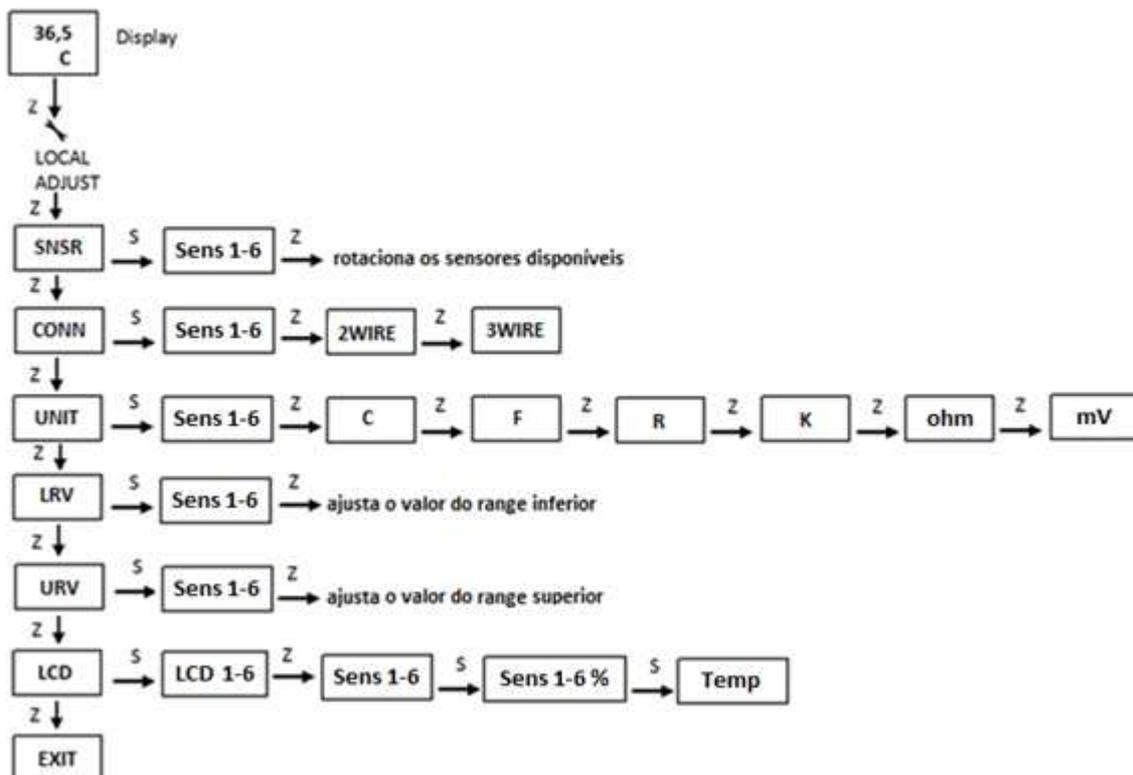

Figura 3.4 – Árvore de programação do ajuste local.
Para o VTT10-MH, antes da configuração do menu selecionado, o usuário deverá escolher o sensor (entre os seis possíveis) a ser configurado. Isso será feito ao aplicar a chave magnética em *Span* (S), iniciando a rotação dos sensores disponíveis. Quando o sensor desejado for exibido no display, o usuário deverá mover a chave para *Zero* (Z), dando início à configuração do parâmetro relativo ao sensor selecionado. Veja a árvore de configuração na figura 3.4.
A figura 3.4 mostra os campos disponíveis para configuração local e a sequência na qual são disponibilizados pela atuação da chave magnética nas marcações Z e S.